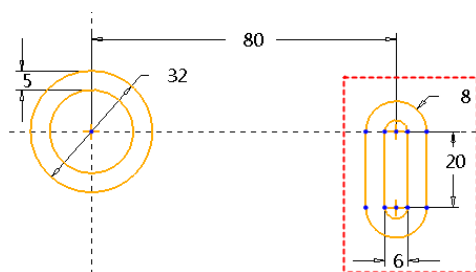

图 2-84 绘制右侧的已知线段
- 分别单击、和等按钮, 绘制出右侧部分（虚线框内部分）的已知线段, 然后单击按钮进行修剪, 如图 2-84 所示。